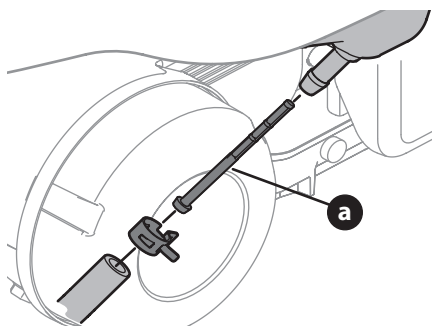

Figure 15
2. Enlevez le collier du conduit d'essence avant de détacher le conduit de la sortie (Figure 15).
4. Tenez le filtre neuf par l'épaulement et insérez-le complètement dans la sortie (Figure 15).